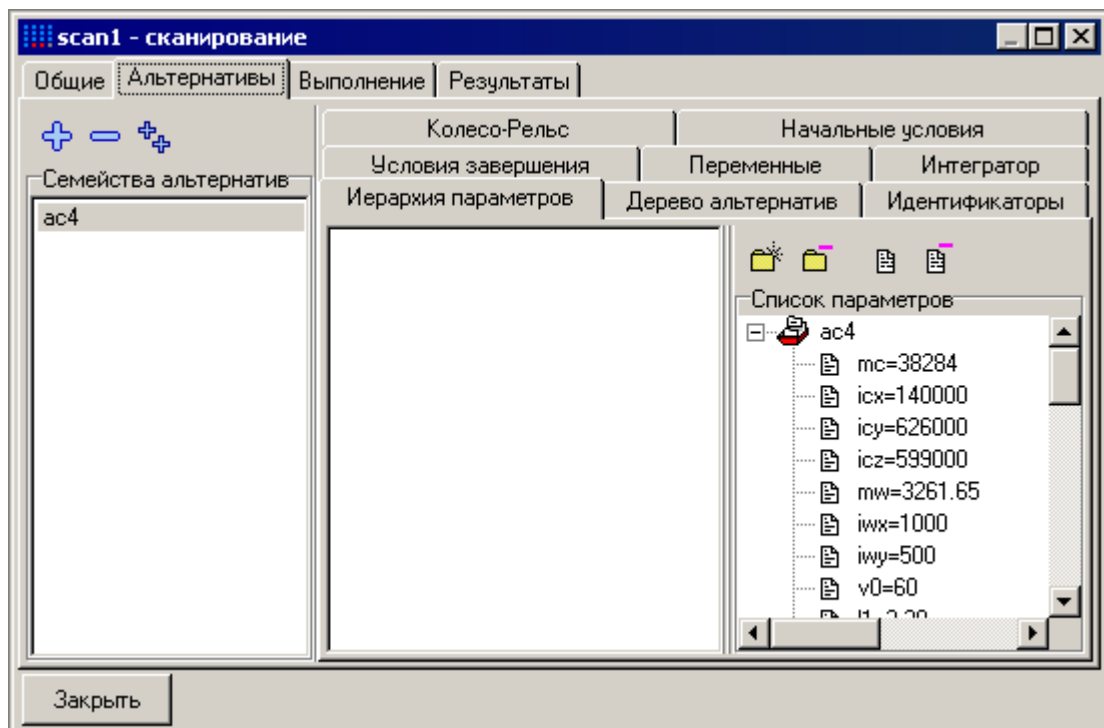

Рис. 3.6. Проект сканирования: добавление семейства альтернатив
После этого данная модель появится в списке **Семейства альтернатив** (см. рис. 3.6).
1. В иерархическом списке **Список параметров** (в правой части закладки **Иерархия параметров**, см. рис. 3.6) щелкните на параметре **v0** (параметр имеет смысл начальной скорости движения).